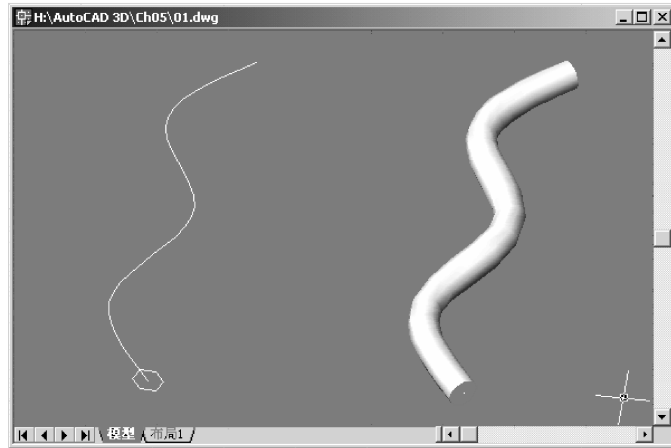

图 5-19 指定拉伸路径
除了指定拉伸高度之外，也可以选择“路径 (P)”命令选项指定拉伸路径。拉伸路径可以是直线、圆、圆弧、椭圆、椭圆弧、多段线或样条曲线等，且不能与被拉伸的对象共面。例如，在图 5-19 中，如果将图中左侧的圆作为拉伸对象，样条曲线作为拉伸路径，则可以创建图中右侧所示的拉伸实体。